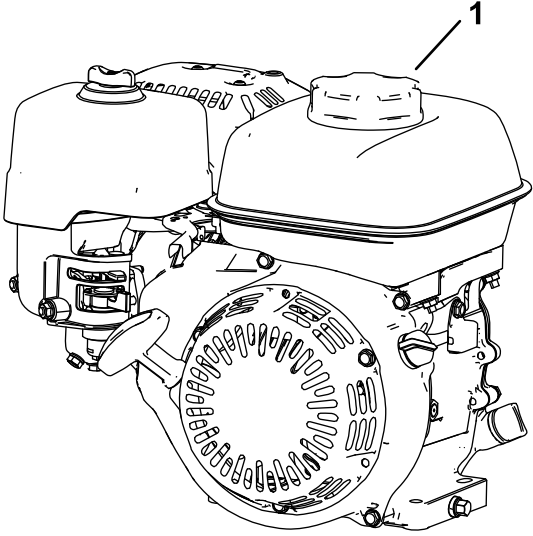

图 14
- 清理燃油箱盖附近的区域从油箱上取下盖子图 14。向油箱加油至油箱加油颈的底部请参阅发动机《操作员手册》。